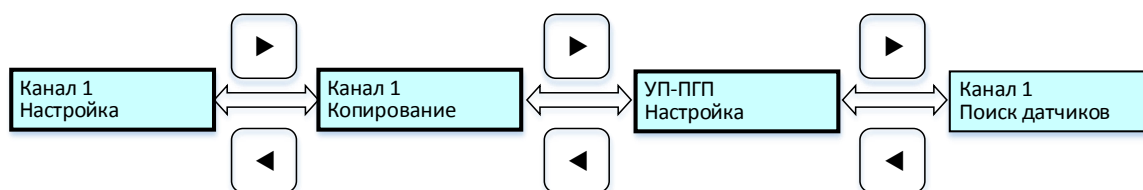

Рисунок 7 – Циклограмма выводимых сообщений на дисплей с канальными платами при отсутствии подключенных датчиков
2.6.6 При *отсутствии подключенных датчиков* у канальной платы №, для которой вызвано меню, основное меню в режиме «Программирование» выглядит следующим образом (рис. 7). Меню позволяет:
- выбрать в основном меню УП (см. рис. 7 или 8) кнопками «◀» или «▶» пункт меню «Канал № Настройка»;
- выбрать в основном меню УП (рис.7 или 8) нажатием кнопки «◀» или «▶» пункт меню «Канал № Копирование», меню копирования отображается на дисплее только при наличии установленных в УП канальных плат (см. п. 2.6.5);